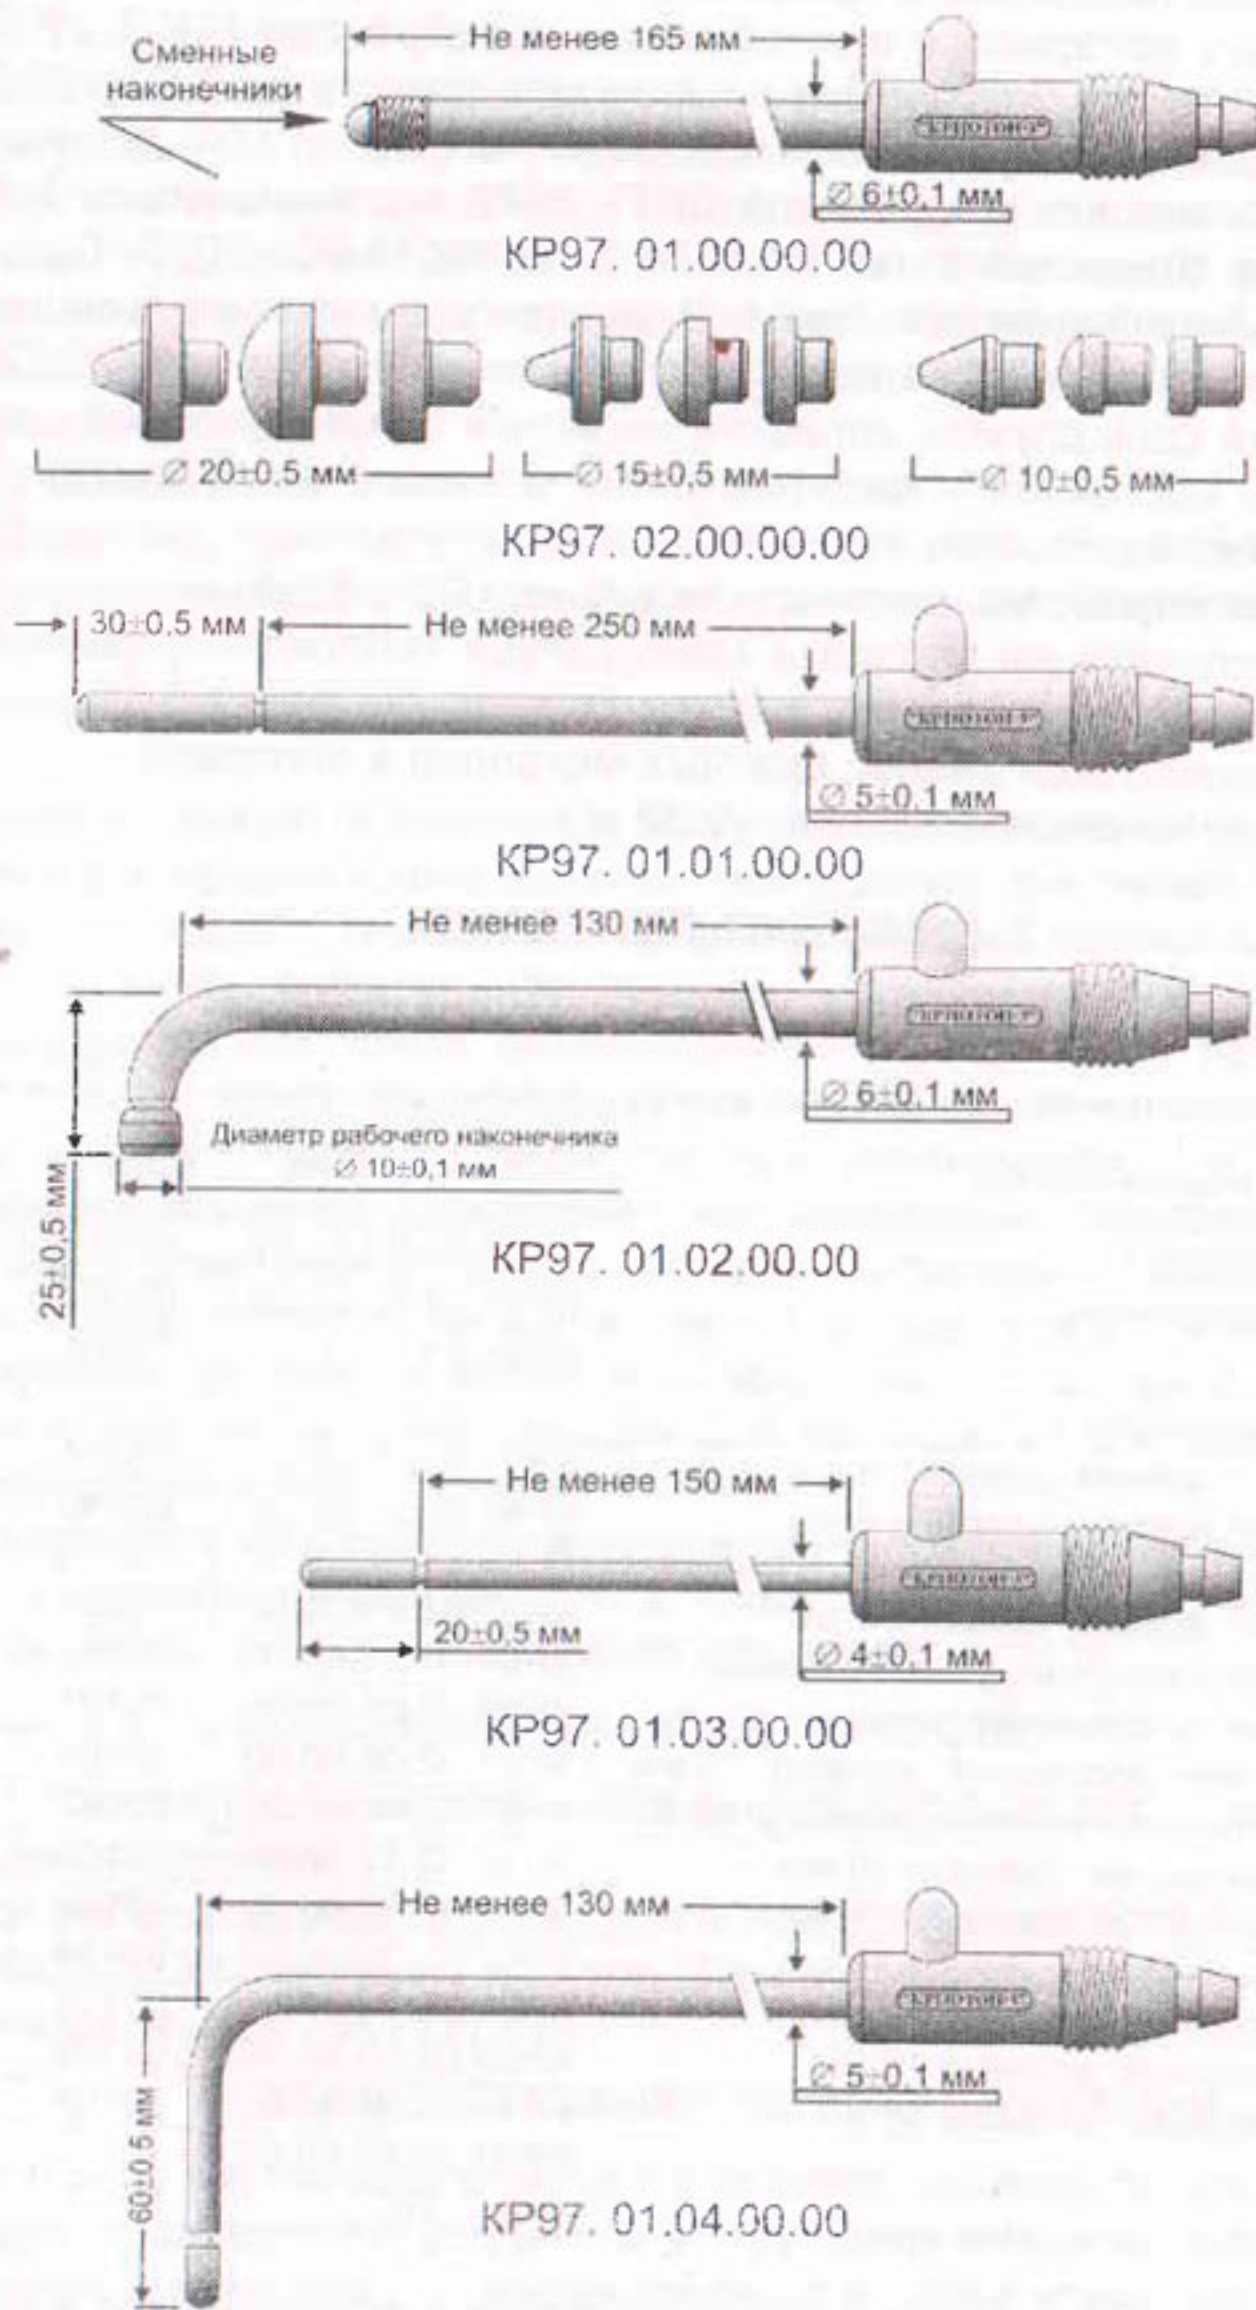

Рисунок 1 Габаритные размеры криоинструментов и наконечников.
- габаритные размеры криоинструментов в соответствии с рис. 1;
2.4 При однократном 5-минутном криовоздействии (аппликационном или пенетрационном для криоинструментов с плоской или выпуклой рабочей поверхностью соответственно) на модельную среду аппарат обеспечивает диаметр зоны замораживания, не менее $(16 + D)$ мм, где D - диаметр рабочей поверхности криоинструмента (см. рис. 1).